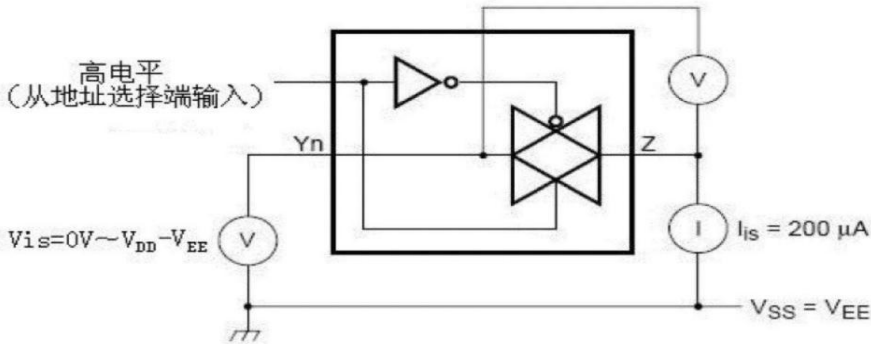

图5、导通电阻测试电路
6.3.2、直流特性 2 (未有特殊说明, VSS=0V, Tamb=25℃, 测试线路图见图 5)